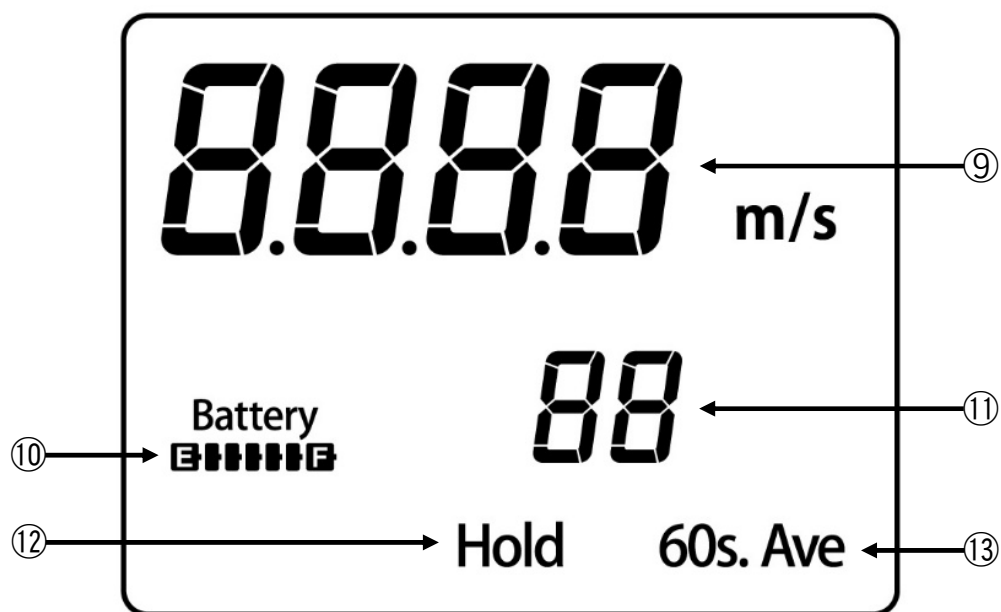

図 4. 表示部詳細
乾電池が消耗してくると、P7 図 4. ⑩の乾電池消耗バーグラフが全て消灯し、乾電池の消耗を知らせます。